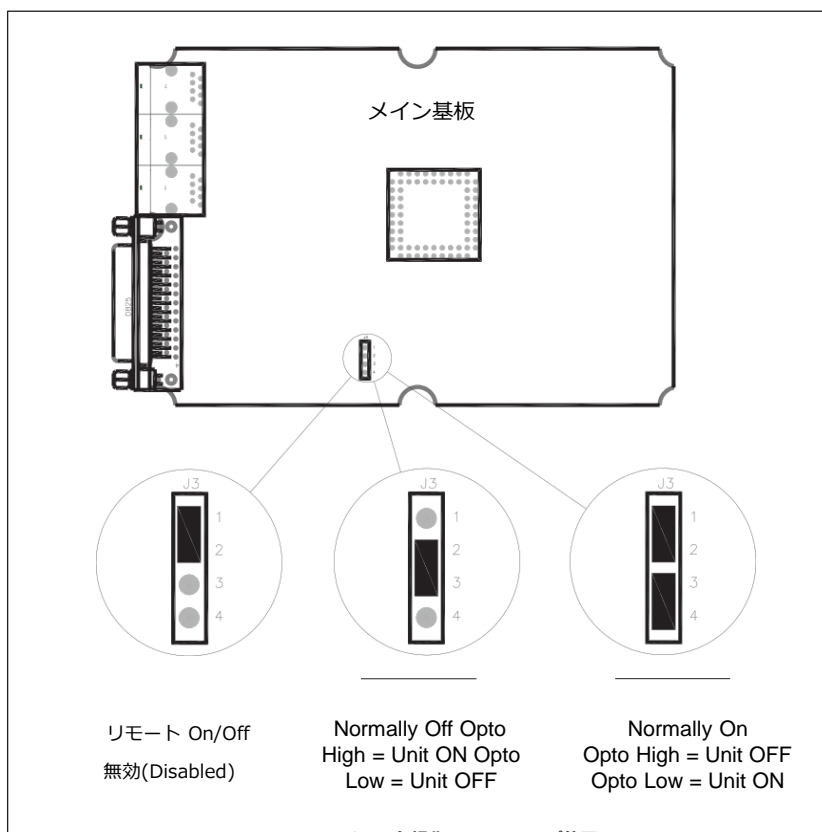

Figure 5.4 リモート操作の J3 ジャンパ位置
- D. **リモートオン/オフ制御** 電源「アラーム出力」コネクタは、電源のリモートオン/オフ制御を提供します。リモートオン/オフ制御は、主電源回路基板上的のヘッダーピンのジャンパーを使用して構成されています。デフォルトの設定でリモート機能は、無効になっています。リモート機能は、ジャンパー設定により（図 5.4 参照）、「通常オン」「通常オフ」設定可能です。ジャンパーにアクセスするために、電源のカバーを開ける必要があります。電源の入力電源を切断します。その後、カバーを固定しているネジ 6 本を取り外し、慎重にカバーを取り外します。
希望のモードを有効にするには、ジャンパー設定を変更します。（図 5.4 参照）。設定終了後、カバーを元に戻し 6 本のビスで固定します。